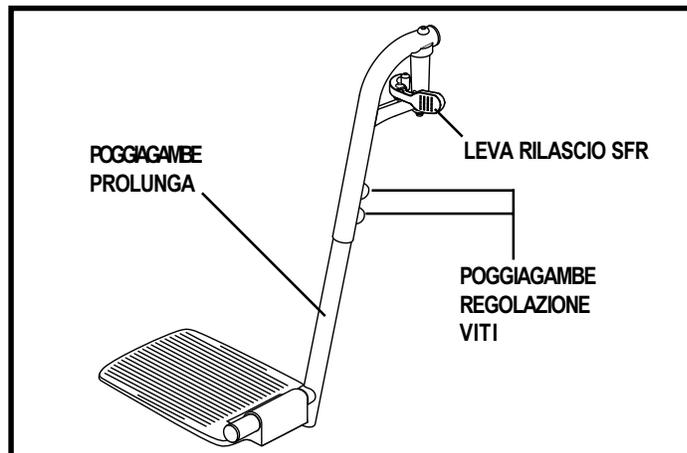

Figura 21. Pedane separate
I pedane separate (SFR) consentono di ruotare i poggiamambe lateralmente prima di salire o scendere dalla Carrozzina elettronica. Vedere figura 21.
1. Estrarre le due viti di regolazione dal lato di ciascuna prolunga del poggiamambe. Vedere figura 21.